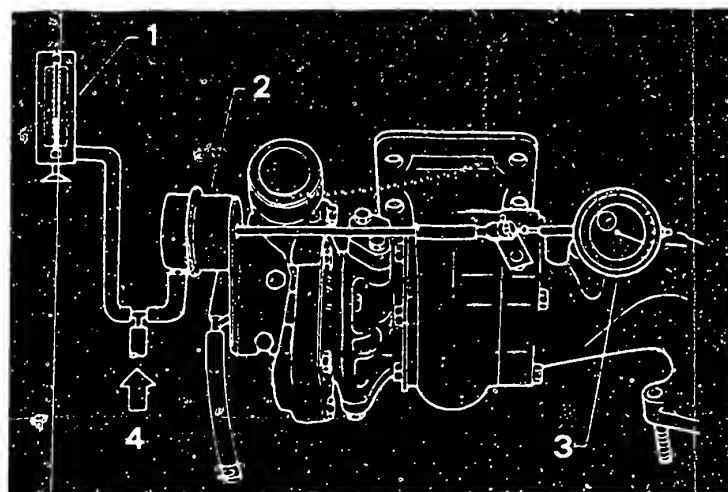

Bild 34 Anordnung der Messinstrumente zur statischen Ladedruckkontrolle. 1 Manometer – 2 Ladedruckregler – 3 Messuhr – 4 Druckluft.
- Bei der statischen Kontrolle der Ladedruckregelung muss sich die Hubstange des Regelventils bei einem Druck von 513...567mbar um 0,38mm bewegen (Bild 34).